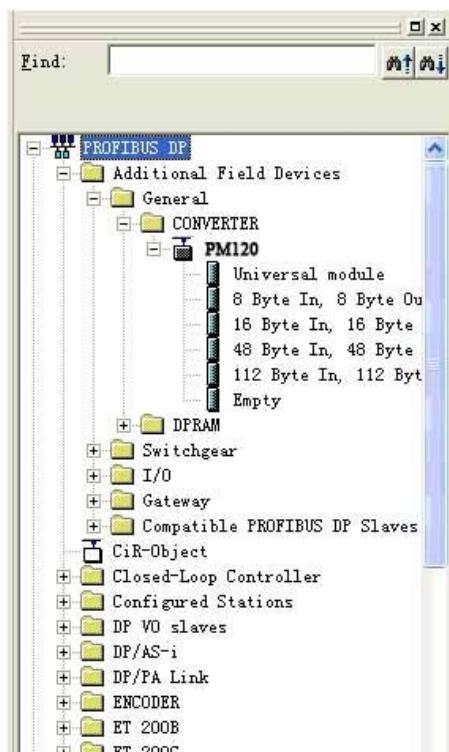

图 6
6. 您可以在这里找到您注册的设备，右侧窗口 /Profibus DP/Additional Field Devices/Converter/PS121/, 如图 6 所示